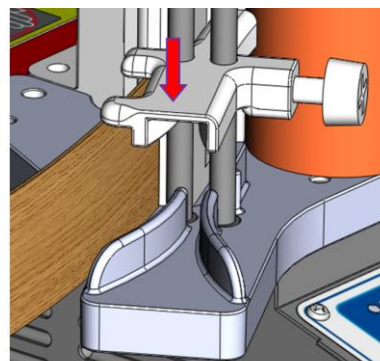

Fig5
- Vodítko hrany nastavte na požadovanou šířku (Fig5) a šroub opět dotáhněte